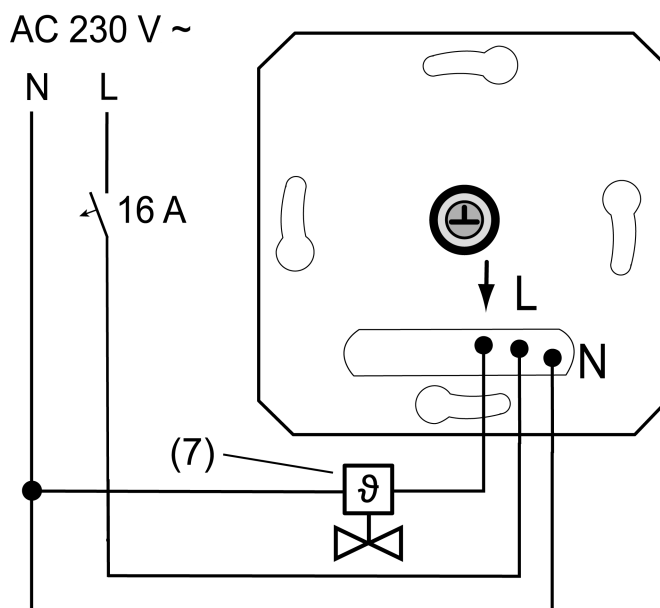
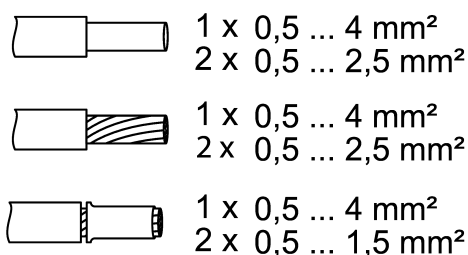

рисунок 2: Пример подключения вставки
рисунок 3: Сечение провода под клемму
- Подключите электротермический сервопривод (7) к вставке (1) согласно монтажной схеме (см. рисунок 2). Соблюдайте сечение проводов (см. рисунок 3).
- Установите рамку (2), центральную плату (3) и кнопку управления (4).